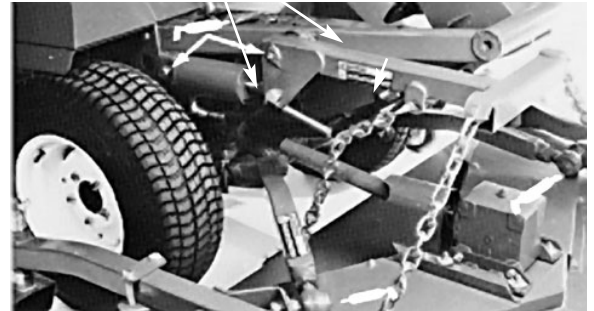
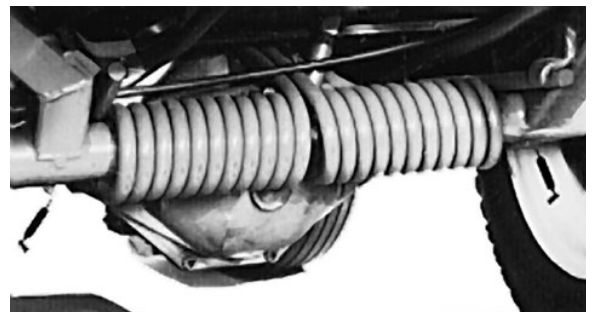
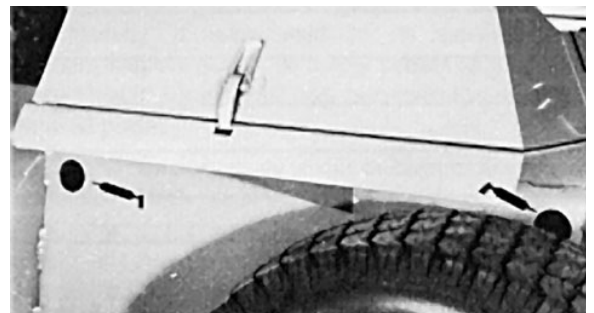

Figure 14
Figure 15
Figure 16
1. Lubrifiez les roulements et les bagues suivants du groupe de déplacement : arbre et chapes de la prise de force (Fig. 14) ; pivots des bras de relevage (Fig. 14) ; rotules des bras de poussée droit et gauche (Fig. 14) ; bagues des pivots des bras de poussée (Fig. 15) ; logements de pivot de la prise de force (Fig. 16) ; bagues des pivots de